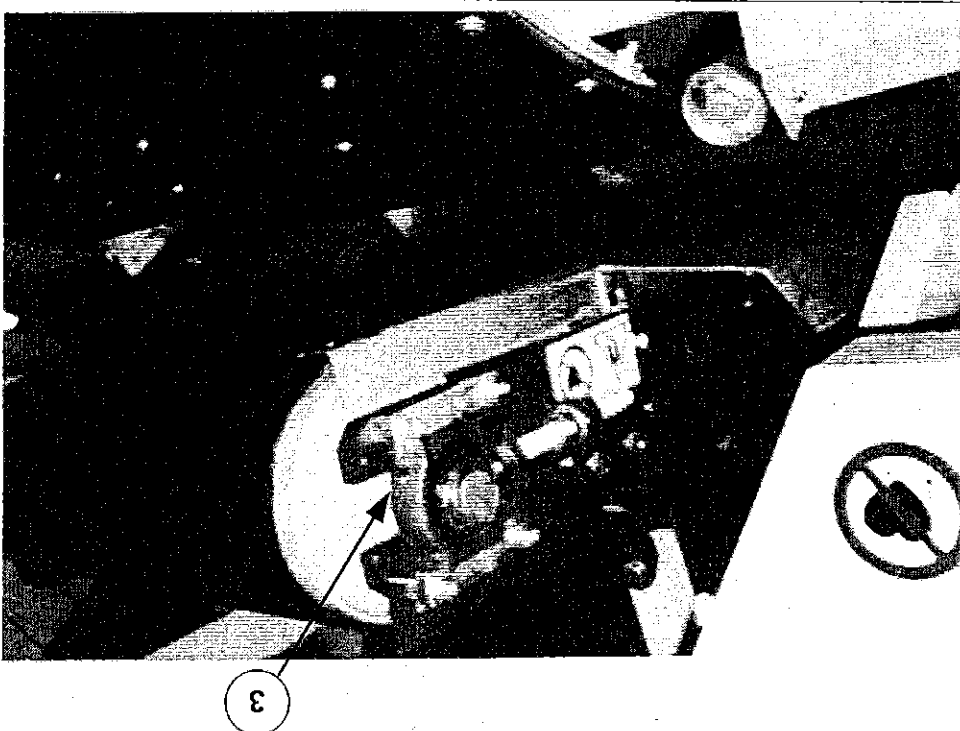

Fig. 8-3
- 3) Ingrassaggio cuscinetto rullo folle del nastro deferezatore fig. 8-3 part. 3 q.tà 2